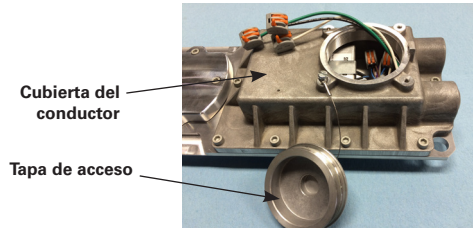

Figura 8
1. Abrir la tapa roscada que da acceso al cableado (ver la Figura 8) y dejar que la tapa cuelgue del cordón. Todos los componentes en el dispositivo están conectados de manera que solo la corriente de entrada debe ser conectada en el dispositivo a los cables conductores (o terminales) según los diagramas de cableado (ver Figuras 10 y 11) y utilizar los métodos que cumplan con todos los códigos aplicables. Primero, suspender el conductor de descarga a tierra para el equipo (verde) luego, el común (blanco) y por último, el último voltaje de línea (negro). Para aplicaciones de voltaje CC, conecte el cable positivo (+) al cable blanco y el cable negativo (-) al cable negro. Ajuste todas las conexiones eléctricas.
4. Abrir la tapa roscada que da acceso al cableado (ver la Figura 8) y dejar que la tapa cuelgue del cordón.
7. Retire los diez (10) tornillos de cabeza hueca de acero inoxidable y las arandelas de la seguridad de la cubierta del accionador con una llave hexagonal de 5 mm o menos.